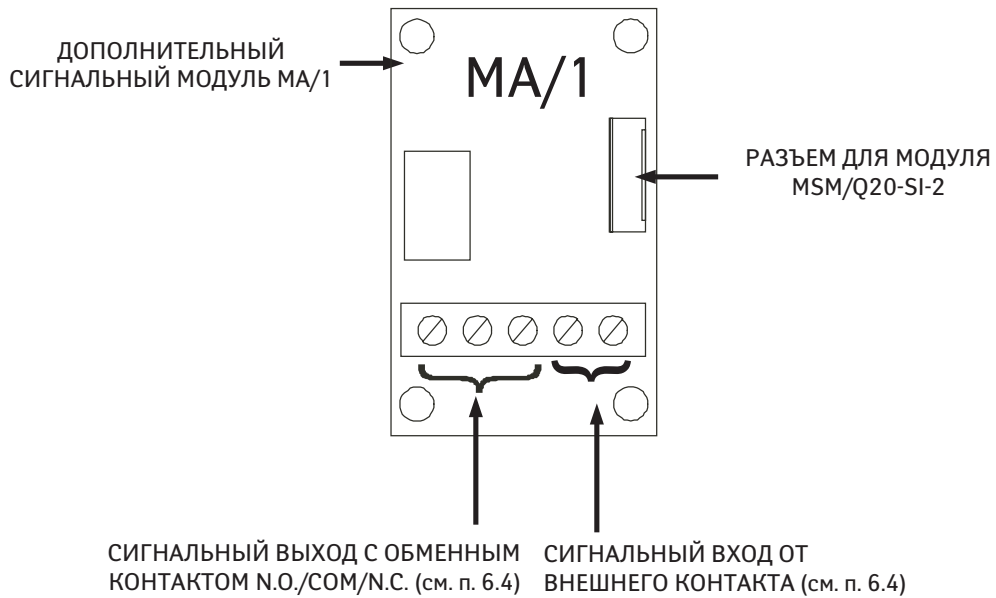

Рисунок 9
- Аварийные вход и выход присутствуют на дополнительном сигнальном модуле MA/1 (см. рис. 9), и поэтому аварийная ситуация может быть передана внешним образом, только если этот особый модуль установленный.